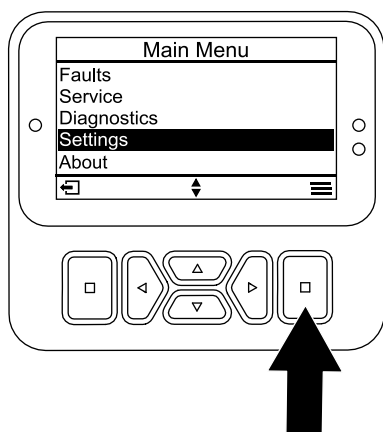

Bild 25
1. Navigieren Sie vom HAUPTMENÜ zum SETTINGS-Menü und drücken Sie die Auswahltaste (Bild 25).